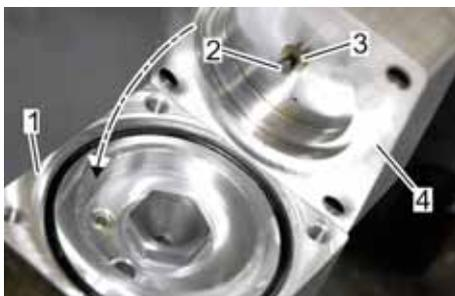

Abb. 95: Zwischenflansch mit Ventilkegel aufsetzen
10. Den Ventilkegel (Abb. 95/2) mit der Kegelseite in der Hand in das Gleitlager (Abb. 95/3) des Zwischenflanschs (Abb. 95/4) von der Bundseite (Abb. 95/3) einführen.
Die Bundseite (Abb. 95/3) des Gleitlagers ist im Zwischenflansch (Abb. 95/4) in der Ausnehmung mit dem größeren Durchmesser.
11. Den Zwischenflansch (Abb. 95/4) mit dem Ventilkegel (Abb. 95/2) auf das Gehäuse (Abb. 95/1) einschwenkend (Abb. 95/Pfeil) auflegen.